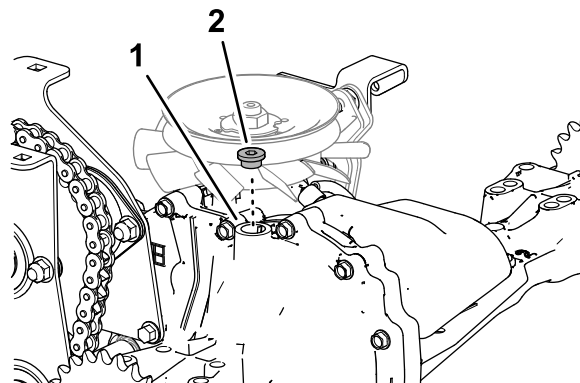

Figura 57
2. Retire el tapón del orificio de la carcasa lateral (Figura 57).